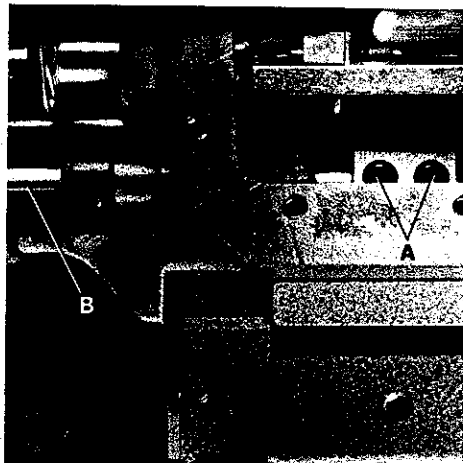

Fig. 72
If the main and the differential feed dogs are not parallel to throat plate top surface at the moment they rise above throat plate, loosen screws (A, Fig. 72) and turn shaft (B) as required to set the feed dogs parallel. Retighten screws.
Stehen der Haupttransporteur und der Differentialtransporteur bei ihrem Austritt aus der Stichplatte nicht parallel zur Stichplattenoberkante, so kann nach Lösen der Schrauben (A, Fig. 72) die Welle (B) so gedreht werden, daß die Transporteure parallel stehen. Ziehen Sie die Schrauben wieder an.